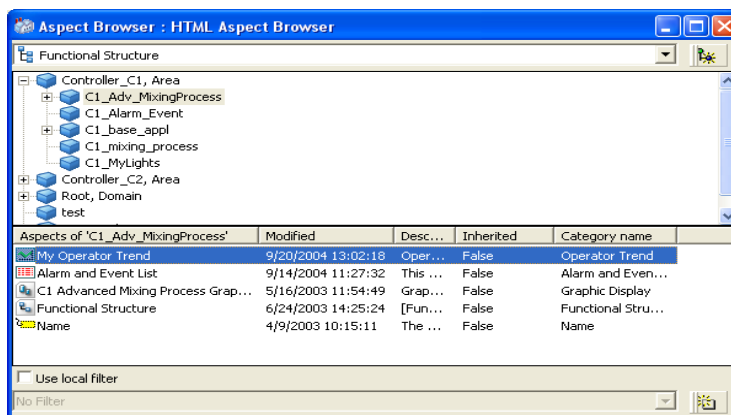
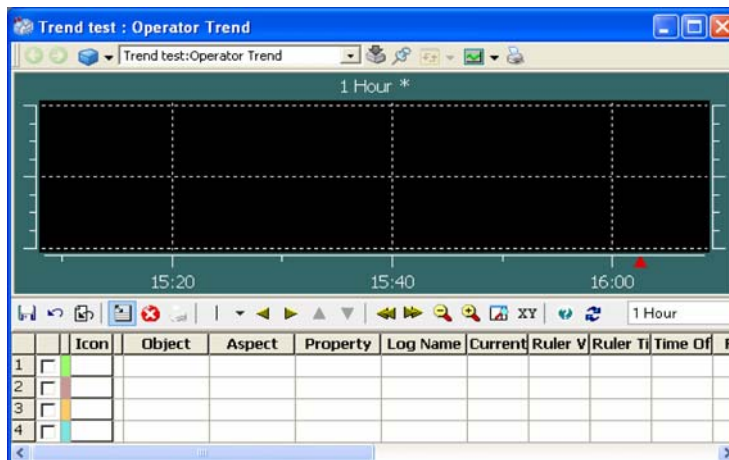

Abbildung 131. Bediener-Trend in der Aspektliste
Abbildung 132. Bediener-Trendanzeige
- Doppelklicken Sie auf den neuen Aspekt in der Aspektliste, um die frisch erstellte Bediener-Trendanzeige anzuzeigen, siehe Abbildung 131 und Abbildung 132